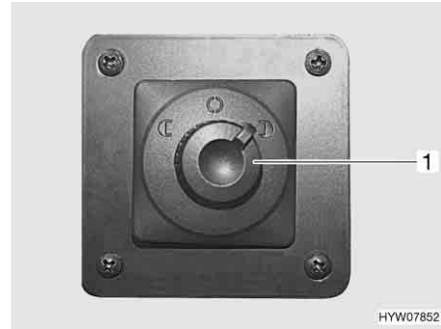

Bild 23 Schalter Außenspiegel-
- Den Außenspiegel, der eingestellt werden soll, wählen. Dazu den Drehschalter (Bild 22,2 bzw. Bild 23,1) nach links oder rechts drehen.
- Den Schalter (Bild 22,2 bzw. Bild 23,1) in die gewünschte Richtung drücken.